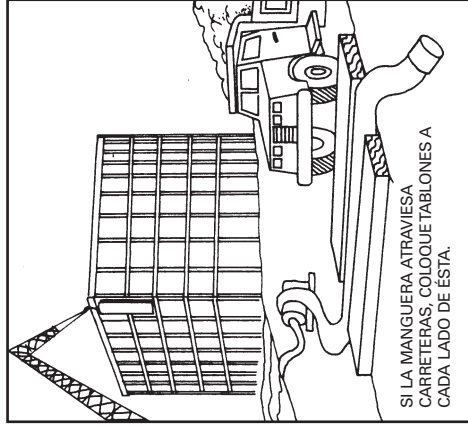

FIGURA 2
- D. Si es necesario que la manguera flexible atraviese una carretera, protéjala con las debidas tablas. La presión de cierre instantánea que ocurre cuando un vehículo atraviesa corriendo por encima de una manguera sin protección causará un "golpe hidráulico" en el sistema. Este golpe puede avernar la bomba o la manguera. Observe la figura 2.